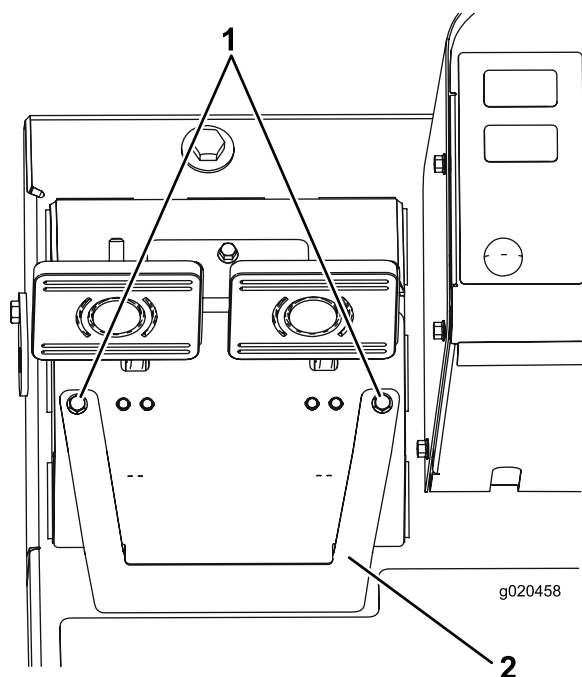

Figure 69
- A. Desserrez les 2 vis de montage et déposez le couvercle de réglage des freins (Figure 69).